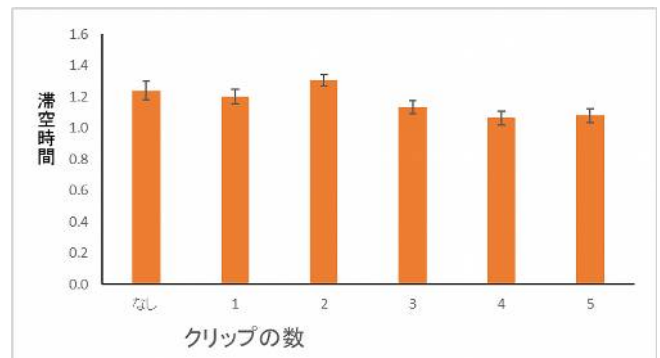

図1 クリップの数と滞空時間の関係
- ① 横幅の長さを 2cm、4cm、6cm……18cm、20cm と、2cm ずつ幅を変えた紙飛行機を 1 機ずつ作る(合計 10 機)。紙飛行機の形は 10 機とも統一する(図 1)。
クリップを2個付けた紙飛行機が最も滞空時間が長く、安定して飛んだ。(図1)